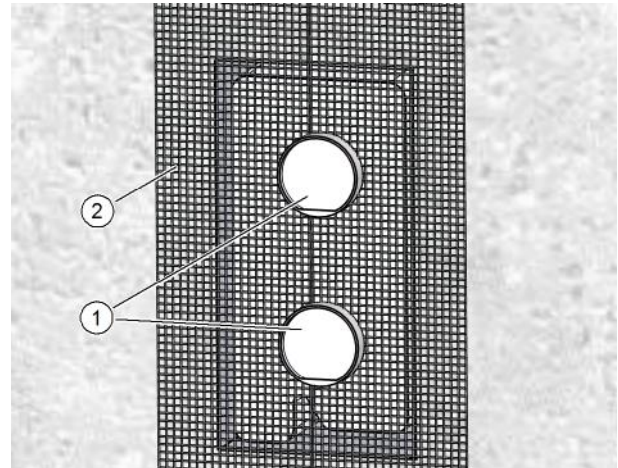
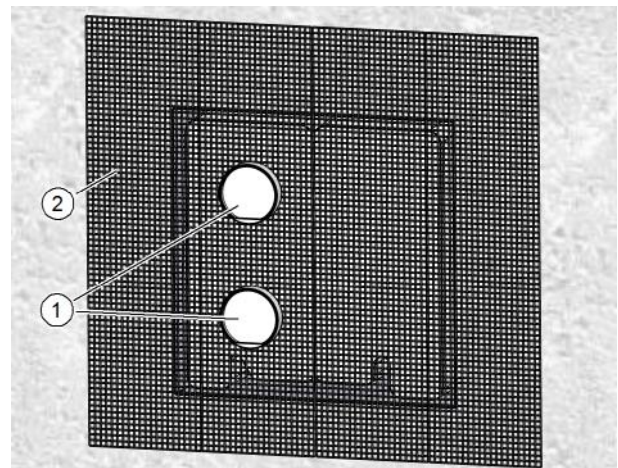

Abb. 25: Mauerkasten **ohne** Füllstück einputzen
Abb. 26: Mauerkasten **mit** Füllstück einputzen
- ▶ Setzen Sie die Putzschutzhülsen (Pos. 1 in Abb. 25 und Abb. 26) ein. Sie sollen soweit über die Massivwand herausragen, dass sie mit dem späteren Putzauftrag bündig abschließen. Die Putzschutzhülsen bilden die Beiputzfläche für den Außenputz.
- ▶ Bringen Sie das Putzgewebe (Pos. 2 in Abb. 25 und Abb. 26) außen auf den Mauerkasten, auf das Mauerwerk bzw. auf die Fassadendämmung an.